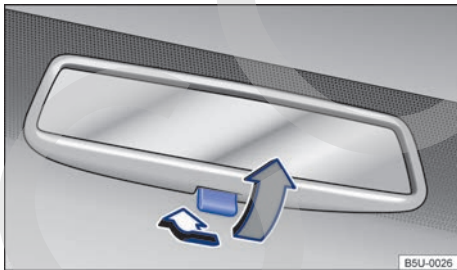

Fig. 74 En el parabrisas: espejo retrovisor interno antiencandilante manual.
- Para evitar ser encandilado, tirar de la palanca hacia atrás ⇒ fig. 74.